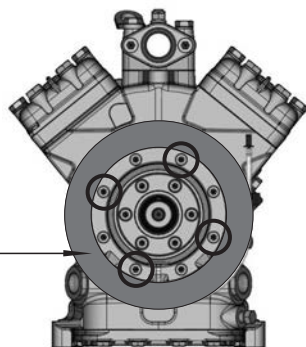

Fig. 9
- Deslizar el imán sobre el asiento de ajuste y fijarlo de nuevo con los cuatro tornillos cilíndricos M8 (fig. 9). Par de apriete de los tornillos = 37 Nm.